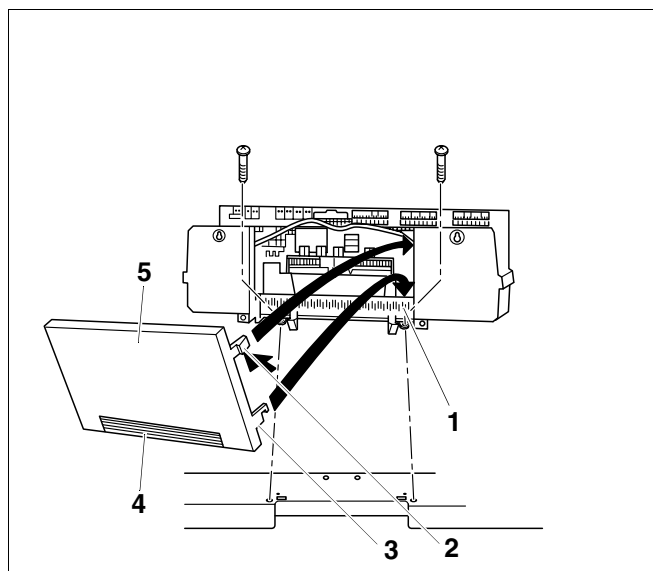

Fig. 67 Fixarea carcusei din spate de la aparatul de reglare
În caz de necesitate puteți rupe sau decupa o parte din (fig. 67, **poz. 4**) peretele din spate (fig. 67, **poz. 5**) a aparatului de reglare.
- Ambele cârlige inferioare din stînga și dreapta (fig. 67, **poz. 3**) se introduc la peretele din spate (fig. 67, **poz. 5**) cu deschizătura în cantul superior a cadrului de (fig. 67, **poz. 1**) bride.
- Ambele cârlige superioare elastice (fig. 67, **poz. 2**) se apasă ușor în interior (Săgeată) iar peretele din spate (fig. 67, **poz. 5**) se introduce astfel că cele două cârlige se potrivesc.